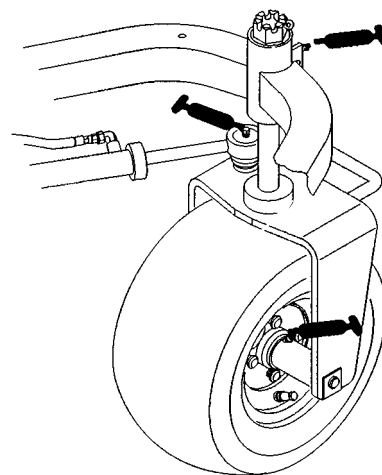
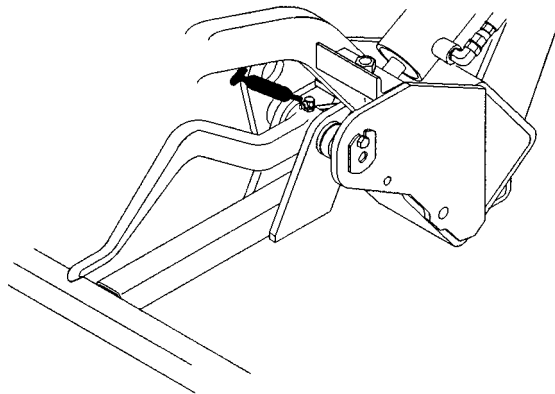
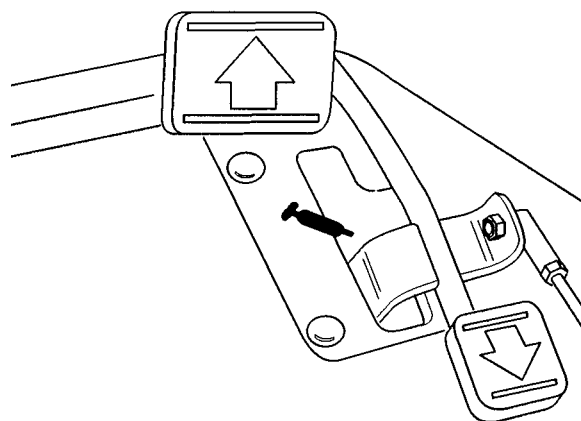

Fig. 19
Fig. 20
Fig. 21
Trekkenhetens smørepunkter: bakre hjulnav (1), hjullager (1), styresylinder (2) (fig. 19), løftearm (3) (fig. 20), trekkpedalens dreieledd (1) (fig. 21).